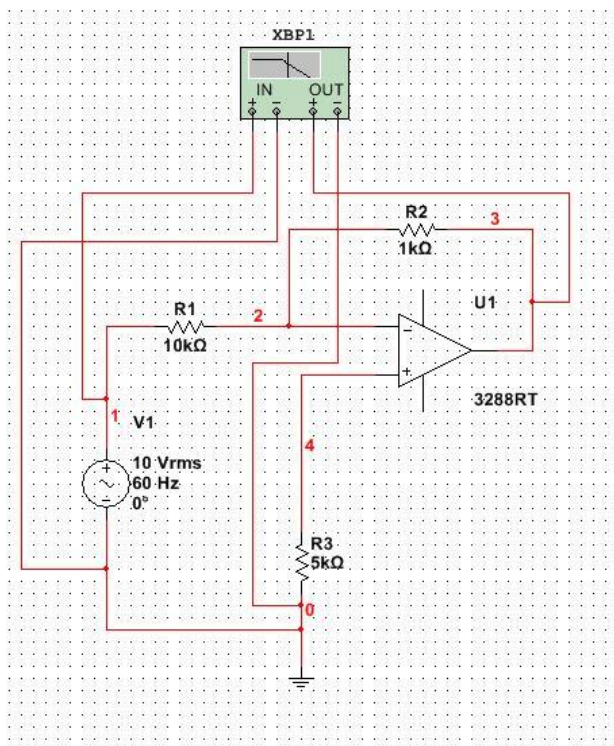

Рис. 24. Схема исследования инвертирующего усилителя
3.1. Собрать схему исследования с усилительным каскадом в соответствии с Вашим вариантом (рис. 24), подключить измерительные приборы. Провести исследование параметров напряжений и амплитудно-частотных характеристик в схеме.